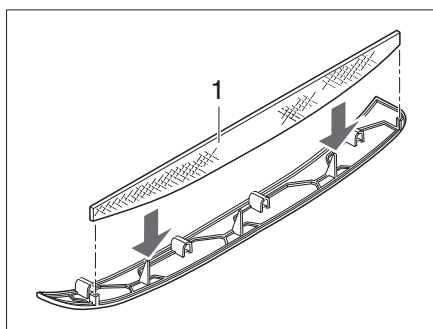
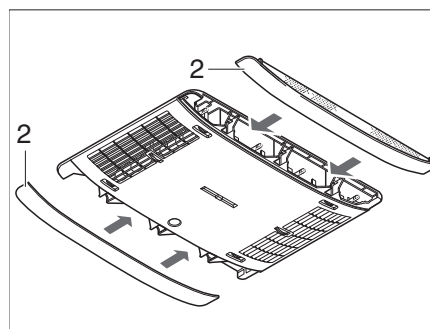

Fig. 156 Filtro di lanugine impianto di climatizzazione
Fig. 157 Pannelli impianto di climatizzazione
Nei pannelli laterali (Fig. 157,2) si trovano due filtri della lanugine. I filtri della lanugine devono essere sottoposti a pulizia e, se necessario, a una sostituzione a intervalli regolari, comunque almeno ogni 6 mesi.
- Estrarre i pannelli (Fig. 157,2) dal distributore dell'aria e pulire i filtri della lanugine (Fig. 156,1) o, se necessario, sostituirli.